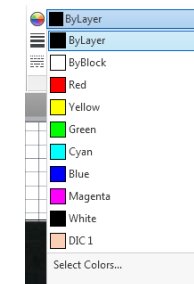

Рис. 44 Свойство Color (Цвет)
- Свойство **Color (Цвет)** позволяет изменить цвет создаваемого объекта. По умолчанию создаваемые объекты имеют цвет, указанный в настройках слоя, в котором объекты находятся **По слою (By Layer)**. Изменить цвет можно открыв выпадающий список (Рис. 44).